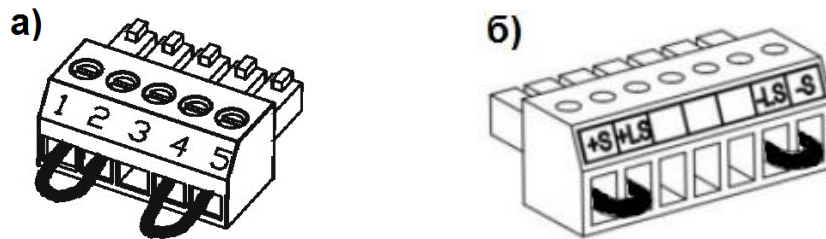

Рис.3-4: Соединения разъема контроля напряжения по умолчанию: а)-для моделей от 7,5 до 600 В; б)-для моделей от 800 до 1500 В.
- Считывающий разъем: сконфигурирован для режима внутреннего считывания, как показано на Рис. 3-4 и 3-9: